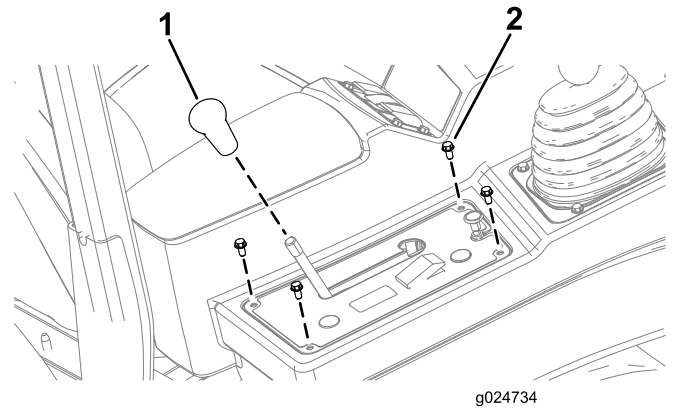

Figure 45
1. Déposez le pommeau de la tige de blocage du différentiel (Figure 45).
2. Retirez les 4 vis à tête hexagonale (1/4 x 1/2 po), comme montré à la Figure 45.
9. Reposez le pommeau sur la tige de blocage du différentiel (Figure 45).